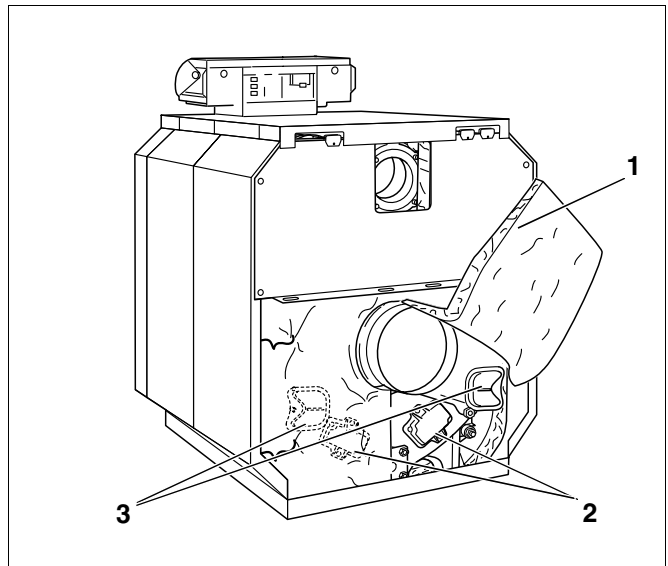

Fig. 67 Démontage - couvercles de nettoyage
- Décrocher les ressorts de tension sous la buse de fumées et replier vers le haut les deux extrémités du matelas isolant, puis les accrocher à l'aide du ressort de tension (fig. 67, **pos 1**).
- Retirer les couvercles de nettoyage situés sur l'élément arrière (fig. 67, **pos. 2**) et sur le collecteur des fumées (fig. 67, **pos. 3**).